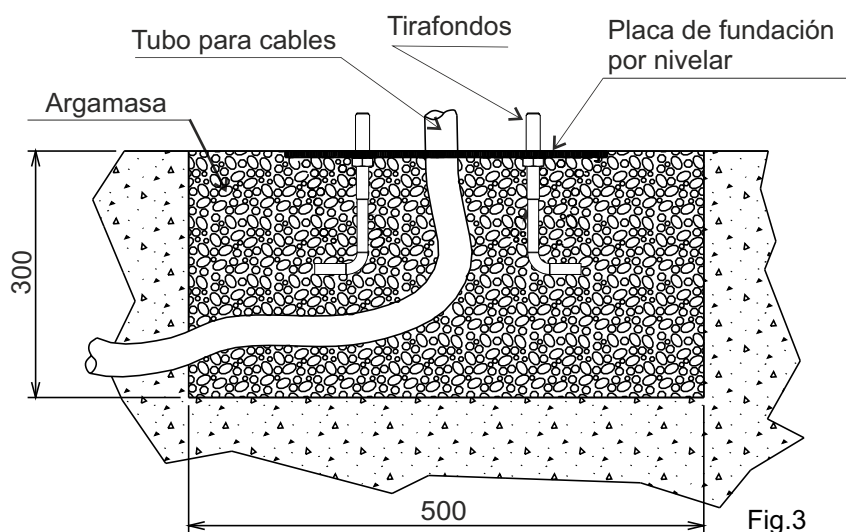

Fig.3
- Rellenar la zanja con argamasa R425 y posicionar la placa de fundación como en Fig. 3.